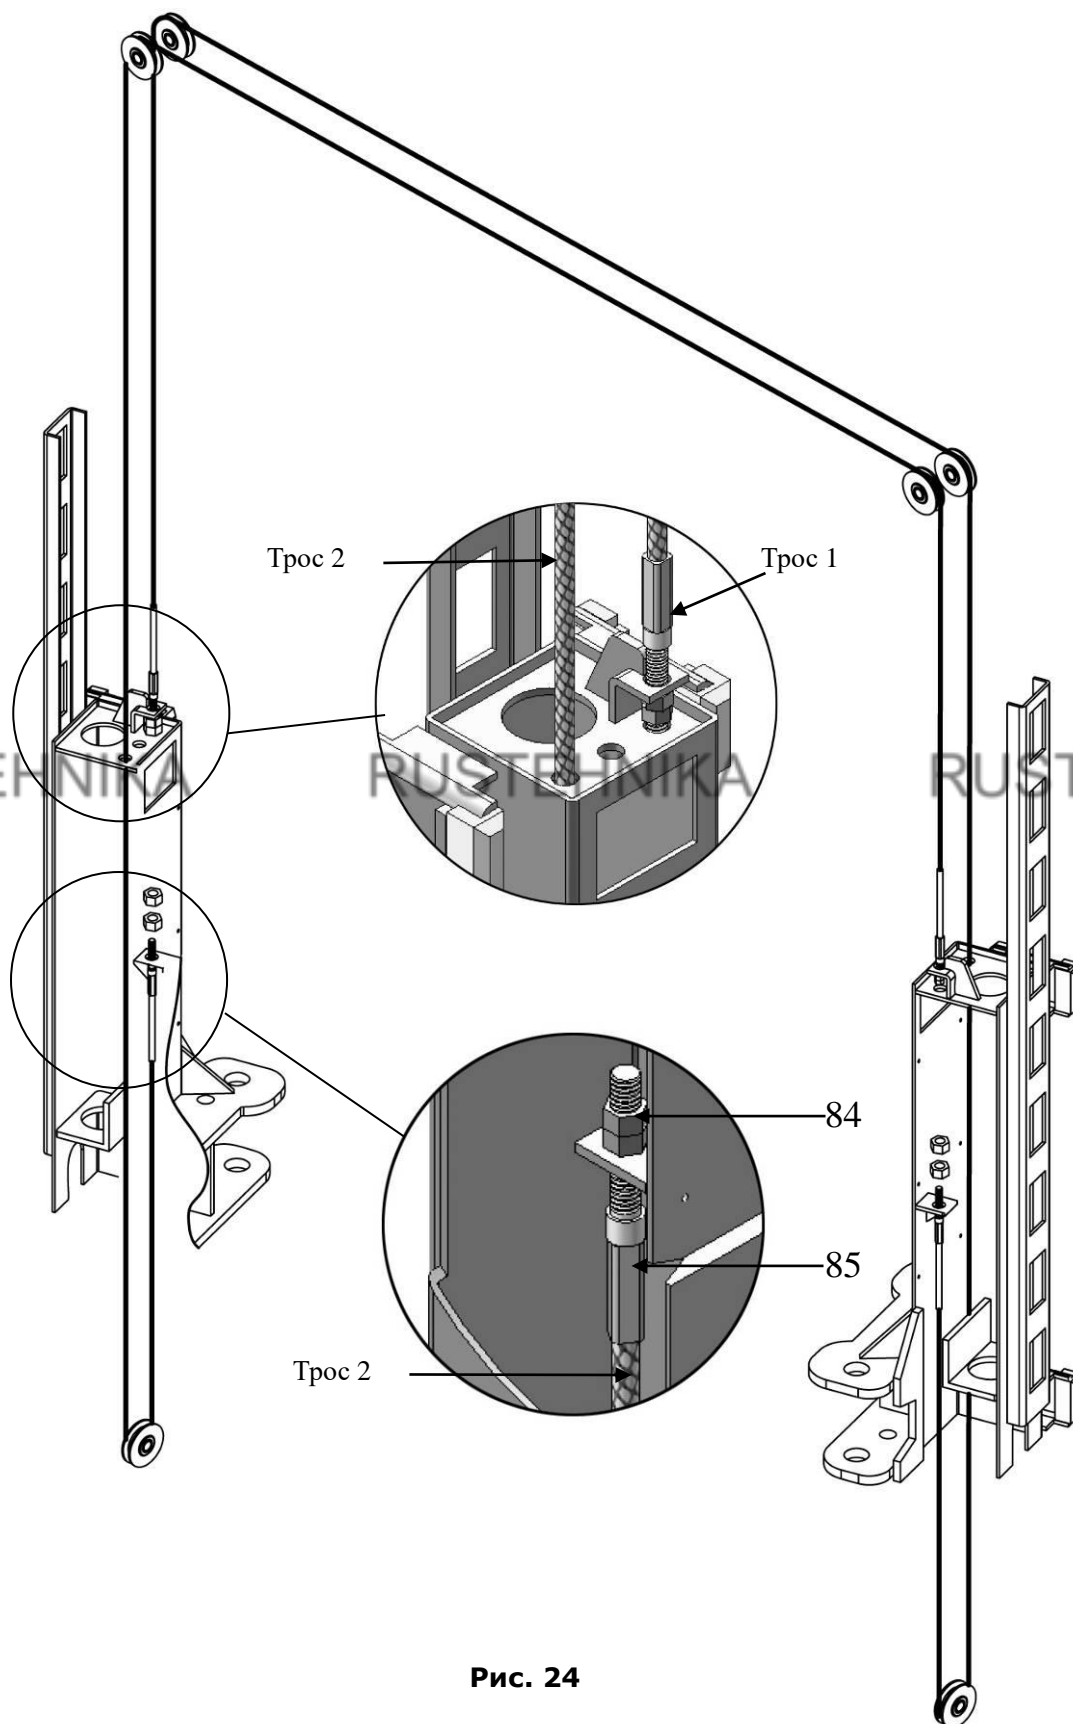

Рис. 24
2.2 Трос синхронизации для высокой конструкции (см. рис. 24).